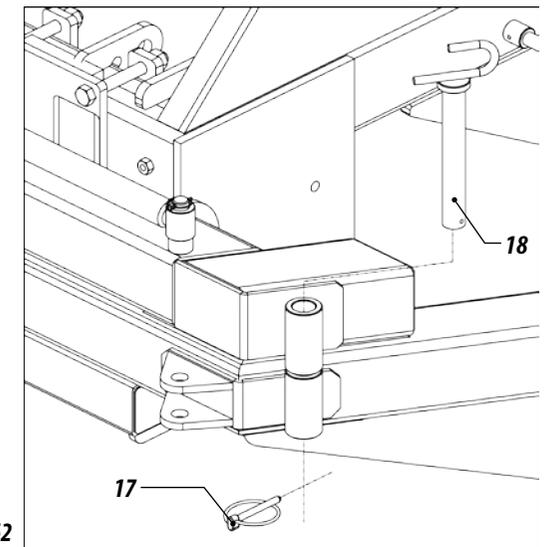

Figura 62
10 - En seguida trabe el cabezal con el perno (17) y la tranca (18). Figura 62